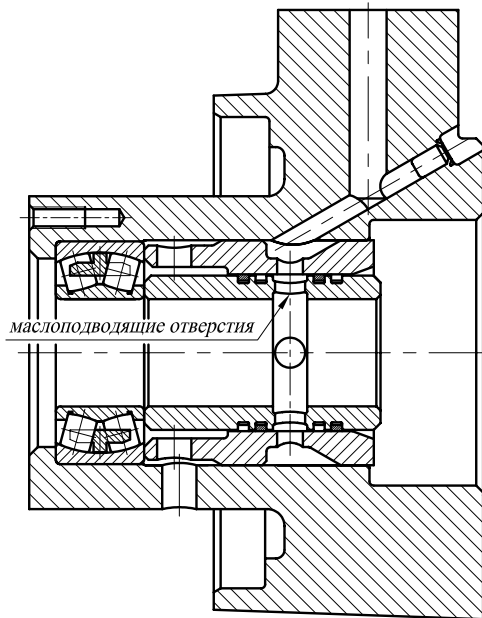

Рис. 13. Установка распорных втулок в корпус привода вентилятора
3. Установку распорных втулок в корпус привода необходимо проводить, как показано на рис. 13, чтобы обеспечить совпадение маслоподводящих отверстий.